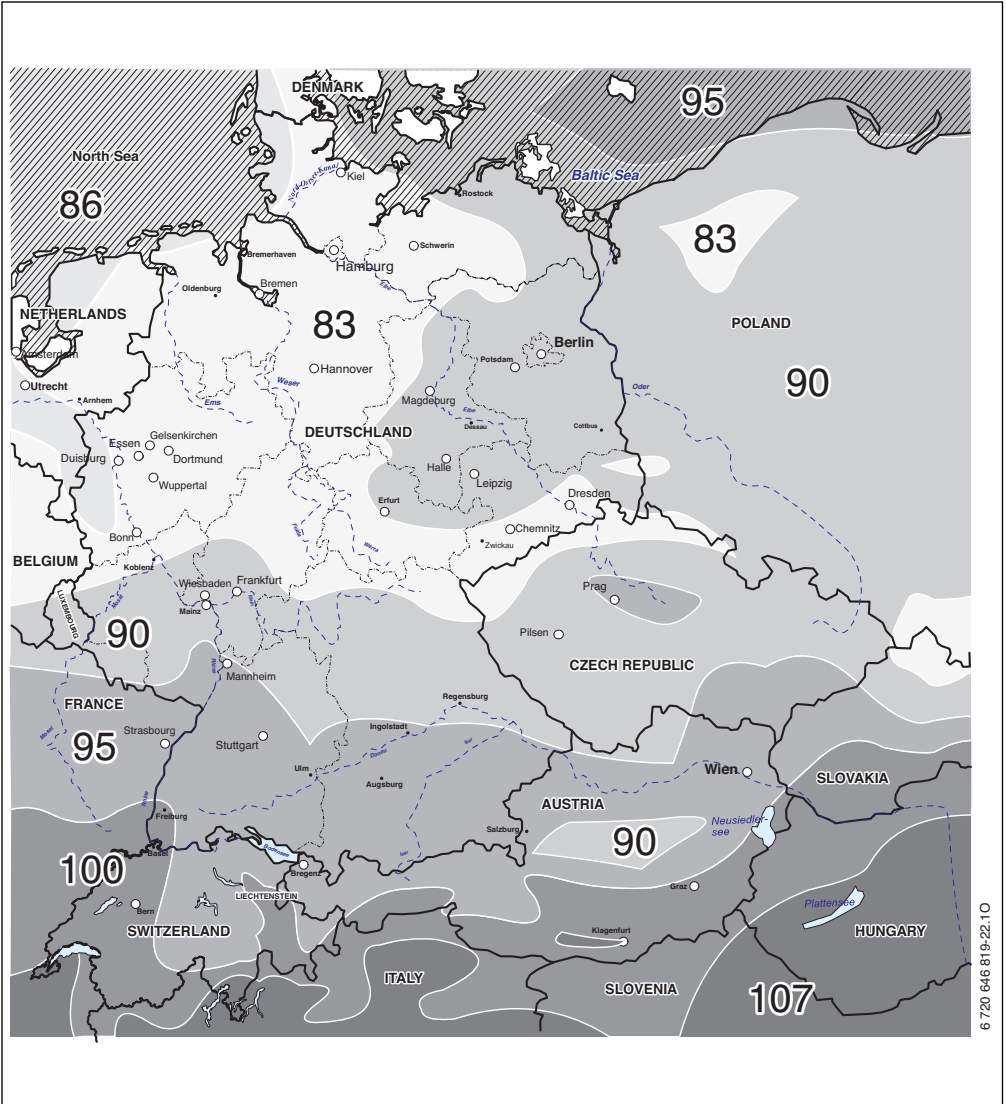

Bild 15 Karte mit Klimazonen für mitteleuropäischen Raum
- Suchen Sie den Standort Ihrer Anlage in der Karte mit den Klimazonen (→ Bild 15) und geben Sie den Wert der Klimazone ein.